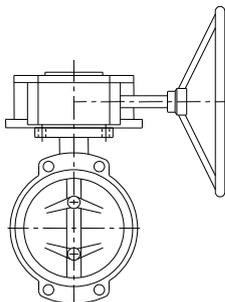

Figura 6: Riduttore sinistrorso montato perpendicolarmente alla valvola
8. Montare il riduttore perpendicolarmente alla valvola (vedere Figura 6).